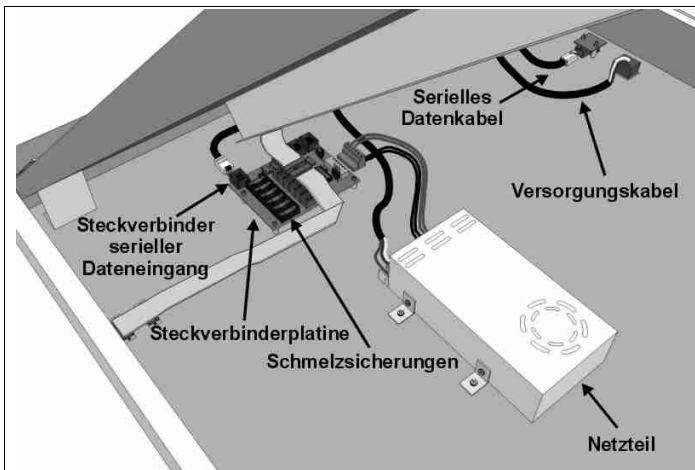

Abb. 18: Ersetzen einer Stechverbinderplatine
- b) Die Bedienkonsole mit einem sicher funktionierenden seriellen Kabel direkt an die seriellen Datenanschlussbuchse der Steckverbinderplatine (Abb. 18) anschließen und die Anzeigetafel unter Strom setzen;
- c) Die Steckverbinderplatine innerhalb des oberen Moduls der Anzeigetafel ausfindig machen (Abb. 18), und die Schmelzsicherung (Abb. 21) in der Nähe des Steckverbinders, in den das aus der vorherigen Steuerplatine herkommende 16-Wege-Flachkabel eingesteckt ist, ersetzen, sofern sie beschädigt ist, andernfalls die Steckverbinderplatine ersetzen (Kapitel 7.4).
2. Die Steckverbinderplatine ausfindig machen (Abb. 18); danach alle Steckverbinder aus der Platine herausnehmen und deren Position Vermerken.